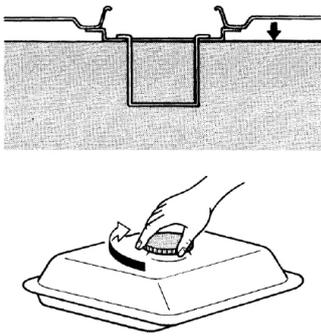

Рис.6
- Якщо рівень палива надто низький, заправте генератор неетилваним бензином(Рис.6).